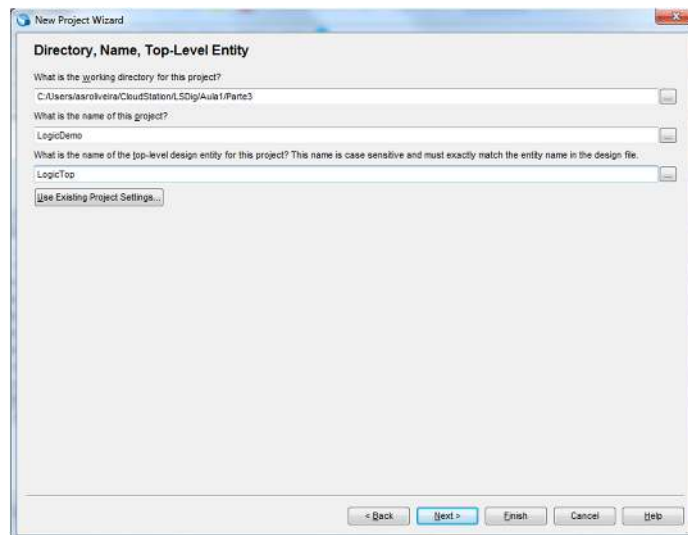
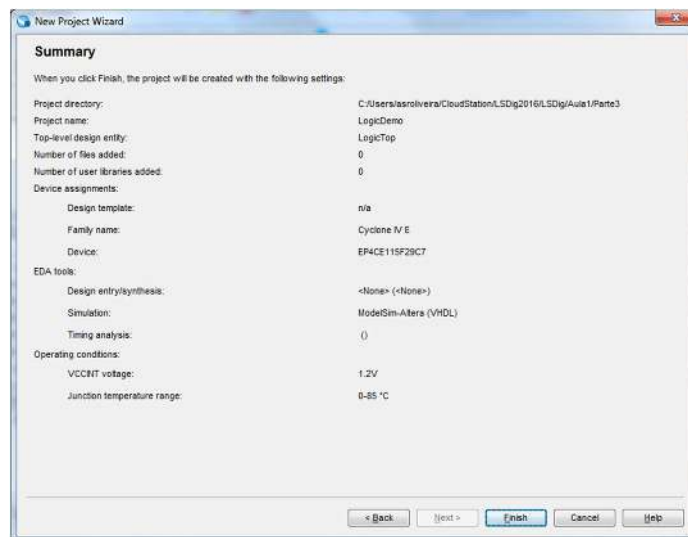

Figura 51 – Identificação e localização do projeto no sistema de ficheiros.
Figura 52 – Sumário final da criação do projeto.
1. Crie para a FPGA do kit DE2-115 (**Cyclone IV EP4CE115F29C7**) um novo projeto, seguindo os mesmos passos do ponto 1 da parte I deste guião. Considere a informação de identificação do projeto apresentada na Figura 51. O sumário da descrição do projeto deve ser semelhante à Figura 52.